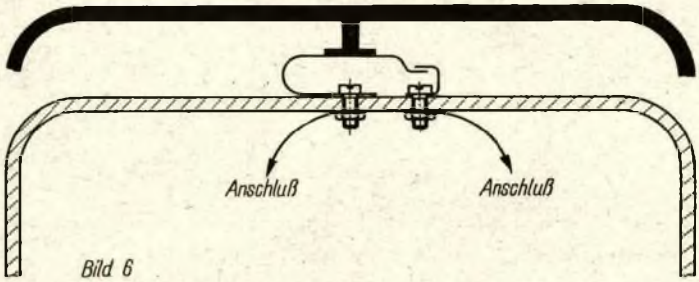

Bild 6
- Bild 6:** Schematischer Aufbau des Tastorgans